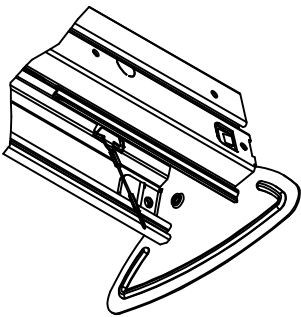

FIGURE 2: TETHER
- C. Fixer la plaque de LED sur le boîtier en faisant boucler l'attache sur la lance "T" comme illustré à la Figure 2.